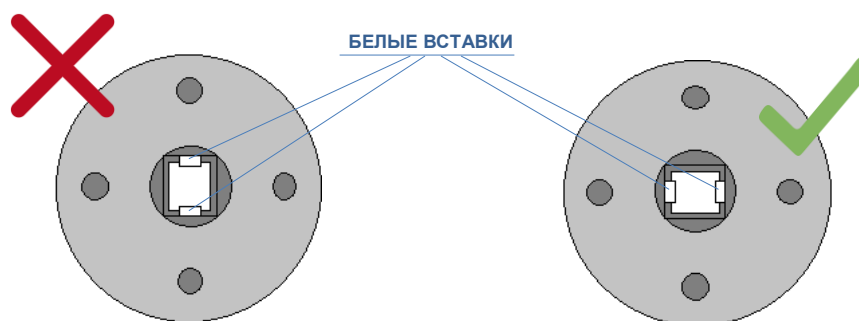

Рисунок 6 – Положение первичного преобразователя на горизонтальном участке трубопровода
8.3.2 При установке первичного преобразователя на горизонтальном участке трубопровода белые вставки внутри измерительной ячейки должны располагаться вертикально (Рисунок 6).